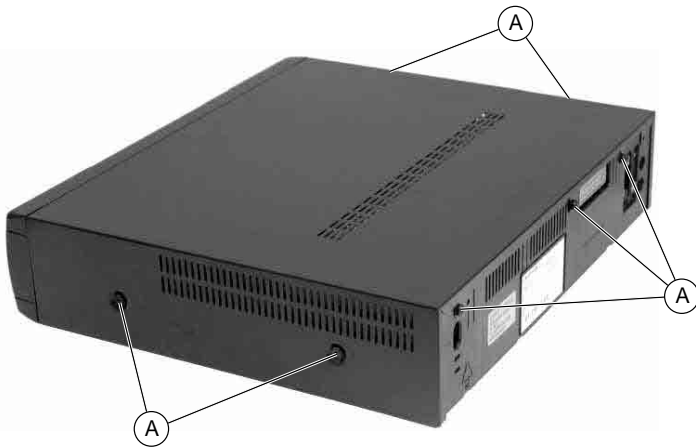

Fig. 1
- 7 Schrauben (A) herausdrehen (Fig. 1).
- Undo 7 screws (A) (Fig. 1).